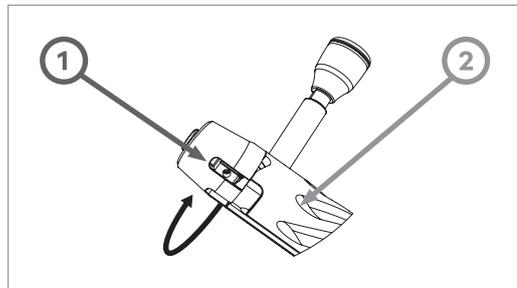

РИС.34
- ▲ Удерживая одной рукой стембель затвора (поз.2, РИС.34), другой рукой поверните муфту затвора (поз.1, РИС.34) **ПО ЧАСОВОЙ СТРЕЛКЕ** примерно на 30 градусов. При этом нужно создать значительное усилие, чтобы кулак бойка вышел из канавки боевого взвода;